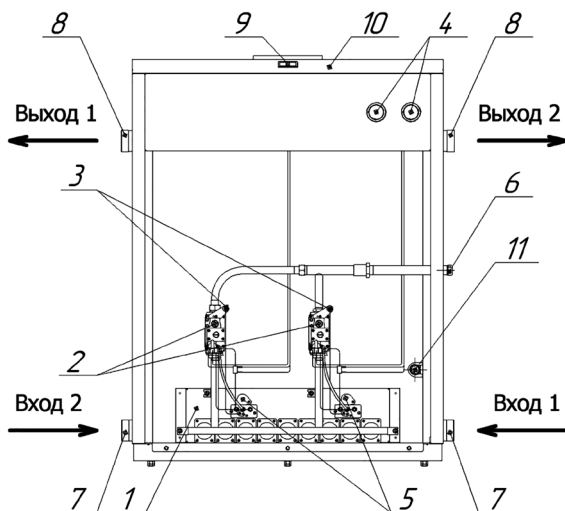

Рис. 1.2.
* – Подключение отопительной воды следует производить только диагонально согласно рис. 1.2.